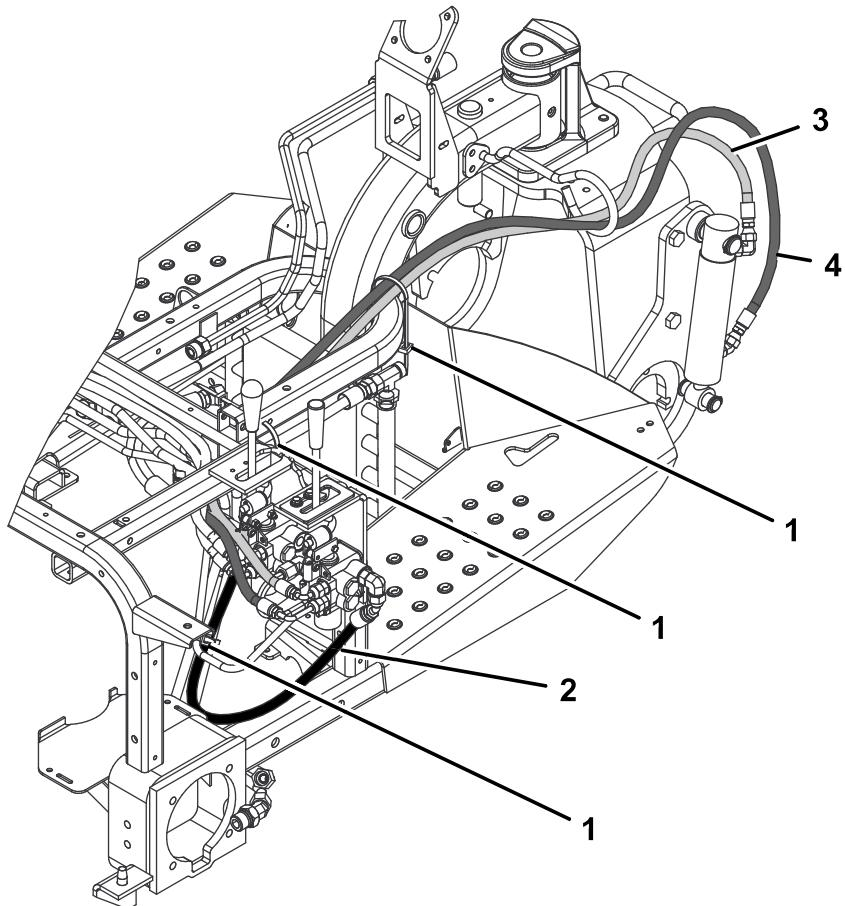

图 21
2. 将液压软管零件号 108-8449 45°接头端连接到阀门右侧的 90°接头并将软管的直端连接到空出的油冷却器接头上图 19。请参阅图 20和图 21了解软管布线。
4. 将液压软管零件号 108-8453 的短 90°接头端连接到阀门后部的顶部直通接头上。将软管穿过线束软管支架并将软管的直端连接至顶部液压油缸接头图 19。请参阅图 20和图 21了解软管布线。
5. 将液压软管零件号 108-8454 的长 90°接头端连接到阀门后部的底部直通接头上。将软管穿过线束软管支架并将软管的直端连接至底部液压油缸接头图 19。请参阅图 20和图 21了解软管布线。
7. 使用扎带将软管固定到如图 20和图 21所示的机器上的位置。